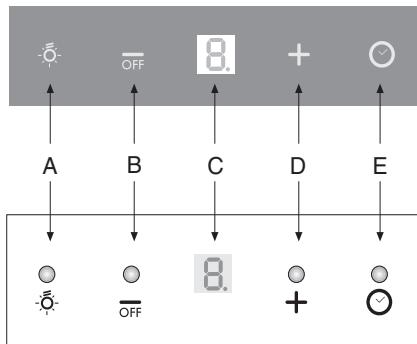

Fig.9
• **COMANDI:LUMINOSI (Fig.9)** la simbologia è di seguito riportata: